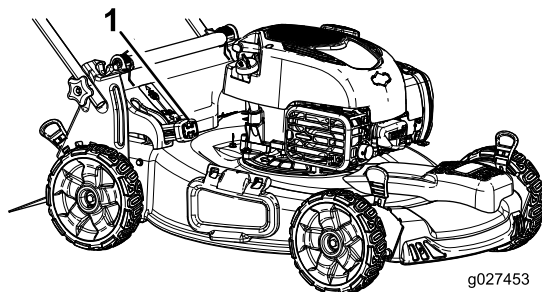

図 16
- 集草しながらの刈り込みをしたい場合には、レバーの頭部にあるボタンを押し込んでレバーを前に倒します。ボタンが飛び出して来ればセット完了です(図 16)。